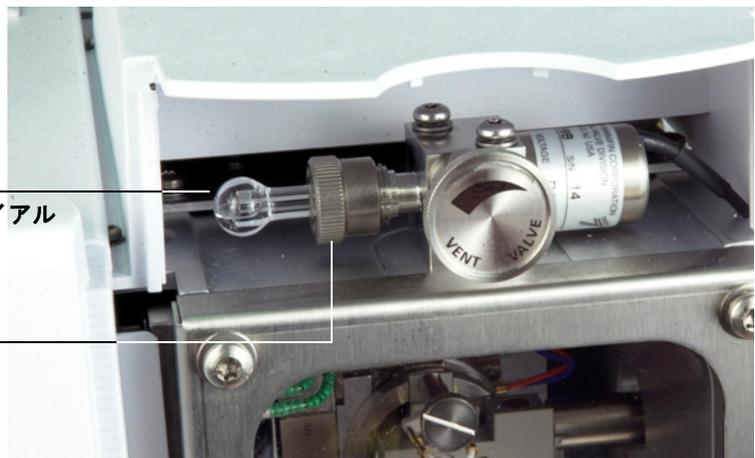

図 30 EI キャリブレーションバイアルの取り外し
- 5 キャリブレーションバイアルの留め輪をゆるめます (図 30)。留め輪を外さないでください。
- 3 留め輪をゆるめ、キャリブレーションバイアルを取り外します (図 30)。留め輪はゆるめるだけにして、外さないでください。
- 1 古いバルブアセンブリを取り外します。188 ページ および 図 30 を参照。